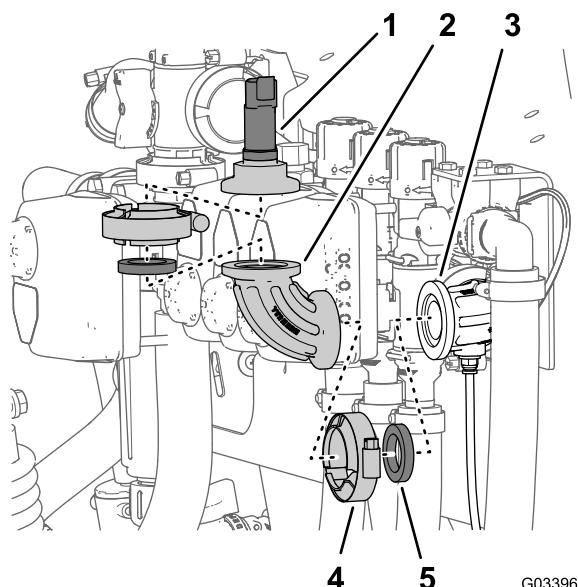

Figura 38
2. Retire la abrazadera para bridás que sujeta el transductor de presión al acoplamiento de 90° y retire el transductor, la junta y la abrazadera (Figura 38).
- Retire la abrazadera para bridas que sujeta el acoplamiento de 90° al acoplamiento de 90° con conector para el tubo del sensor, y retire el acoplamiento de 90°, la junta y la abrazadera (Figura 38).